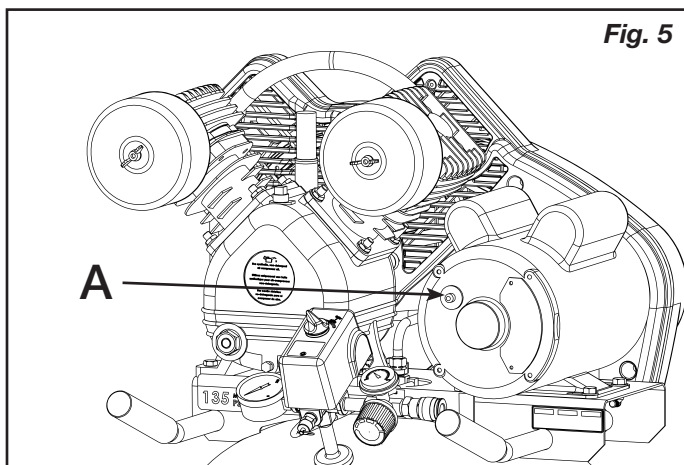

Fig. 5
Si le moteur s'arrête à cause d'une surcharge, attendez 10 à 15 minutes que le moteur ait refroidi, puis appuyez SANS FORCER sur l'interrupteur de remise en marche du moteur (A) pour le redémarrer (Fig. 5).